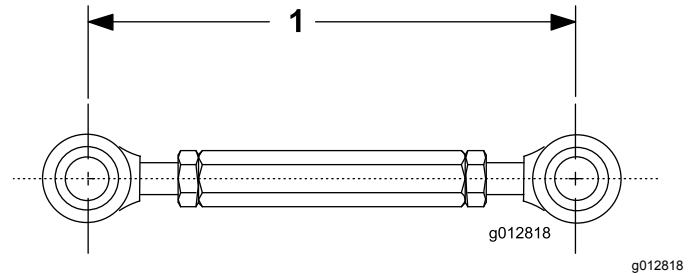

Bild 9
4. Bringen Sie den Gewindestift auf eine Länge von 19 cm (7,5") und ziehen Sie die Klemmmuttern fest Bild 9.